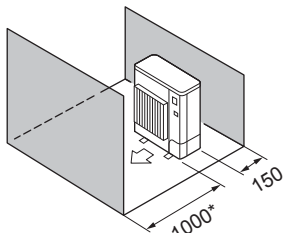

Fig. 2-6
⑤ Obstáculos apenas na parte da frente e de trás (Fig. 2-6)